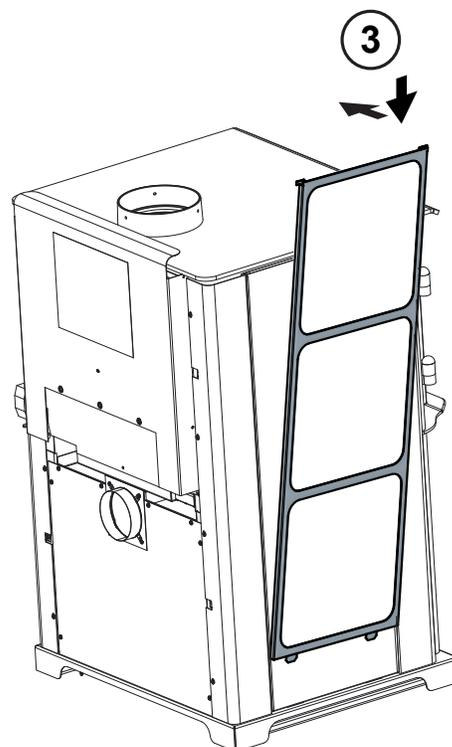

Figure 17.5
3. Fixez à nouveau le cadre des tuiles **Figure 17.5**.